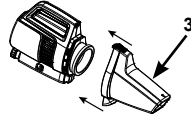
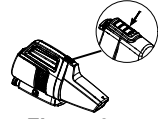

Figura 3.3
Figura 3.4
2. Instale la cubierta del cuerpo de la aspiradora (3) en el cuerpo de la aspiradora (1). Véase Figura 3.3. **Nota:** A la hora de retirar la tapa de la carcasa de la aspiradora (3), pulse el botón de resorte para liberarla. Véase Figura 3.4.